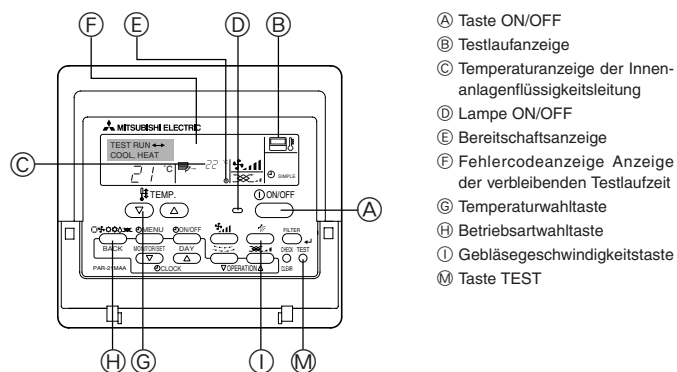

Fig. 8-1
8.2. Testlauf (Verwendung der verdrahteten Fernbedienung) (Fig. 8-1)
- ① Den Strom mindestens 12 Stunden vor dem Testlauf einschalten.
- ② Die [TEST]-Taste zwei Mal drücken. ➔ "TEST RUN"-Flüssigkristallanzeige (LCD)
- ③ Die Betriebsartwahltaste drücken. ➔ Vergewissern Sie sich, dass Luft ausgeblasen wird.
- ④ Die Betriebsartwahltaste drücken und die Betriebsart Kühlen (oder Heizen) einschalten.